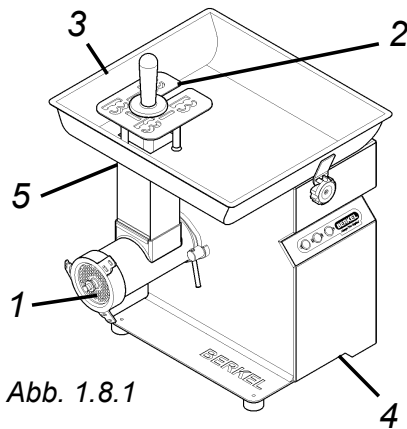

Abb. 1.8.1
Der Trichter ist mit einer Schutzvorrichtung (2) Abb.1.8.1 Seite 13 ausgerüstet, gemäß des